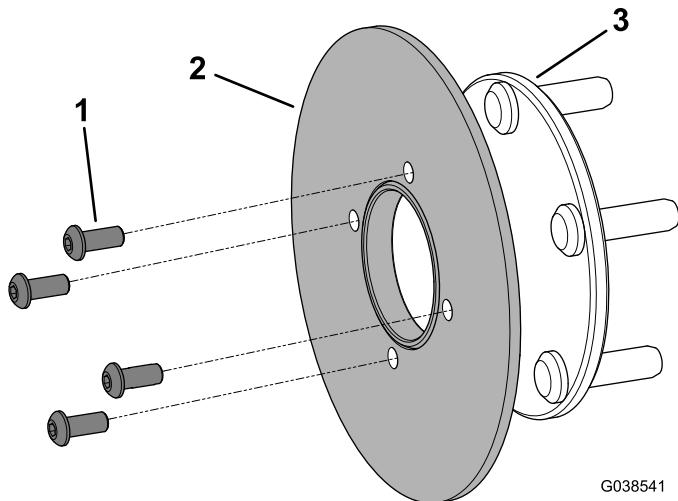

Figura 7
7. Rimuovete i 4 bulloni a esagono incassato (5/16 x 3/4 poll.) e rimuovete il rotore dal mozzo (Figura 7).
- Montate il rotore sul mozzo utilizzando 4 bulloni a esagono incassato (5/16 x 3/4 poll.), come illustrato nella Figura 7.